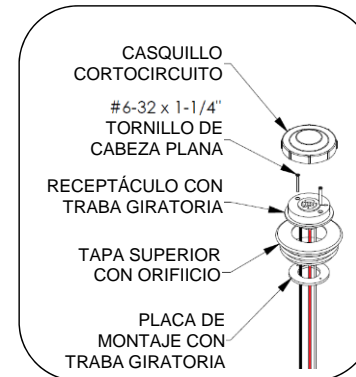

Fig. 4: Instale el receptáculo con traba giratoria en la tapa superior.
6. Coloque la tapa superior en el poste (enviada con el poste). Si la unidad tiene un receptáculo de cierre por torsión, ensámblelo con la tapa superior como se indica en la Fig. 4 y conecte el cableado antes de colocar la tapa superior. Instale siempre un cortocircuito tapa o control fotoeléctrico.